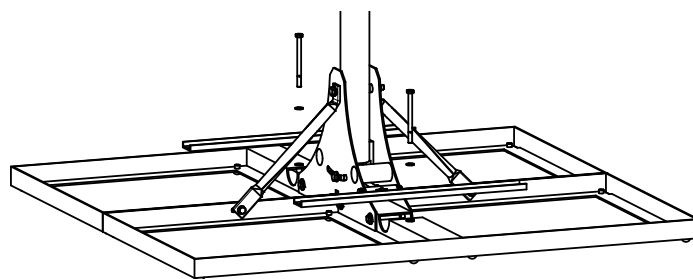

Abb. 8: Schienen zur Sicherung der Betonplatten befestigen
8. Die zwei Schienen zur Sicherung der Betonplatten auf beiden Seiten je nach Höhe der Betonplatte mit den Schrauben M8 x 50 oder M8 x 100 befestigen (Abb. 8).